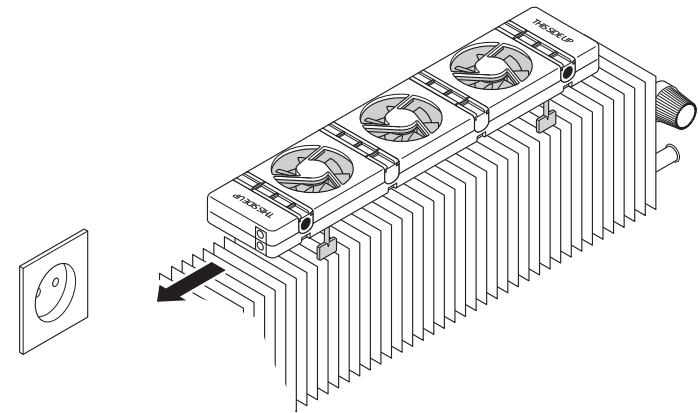

Abb. 9 – Platzierung des SpeedComfort (A) auf dem Konvektor.
2. Stellen Sie sicher, dass der **SpeedComfort (A)** nach oben zeigt und die weiblichen **Steckverbinder (1)** in Richtung Steckdose zeigen (siehe Abb. 9).
3. Platzieren Sie den **SpeedComfort (A)** auf der Oberseite des Konvektors und lassen Sie zwischen den Seiten des Konvektors und dem **SpeedComfort (A)** etwas Abstand, um Geräusche zu reduzieren (siehe Abb. 9). Wenn der Platz es zulässt, kann der SpeedComfort auch auf dem Boden unter dem Konvektor platziert werden.